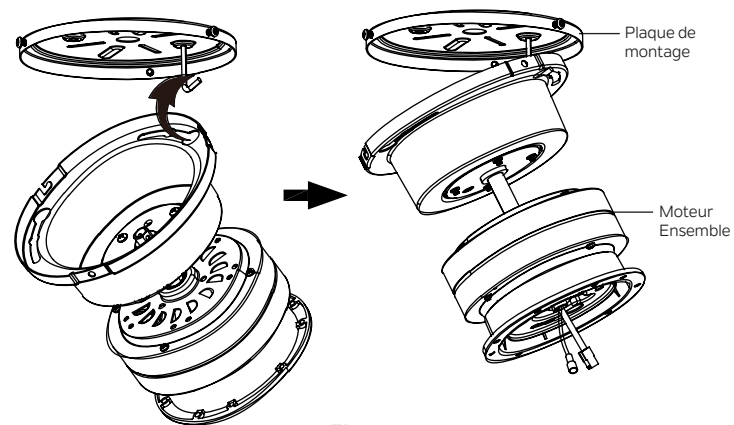

Fig. 5
**Étape 2.** Accrochez l'ensemble du moteur sur la plaque de montage comme illustré. Vous pouvez maintenant procéder au câblage électrique de votre ventilateur. (Fig. 5)